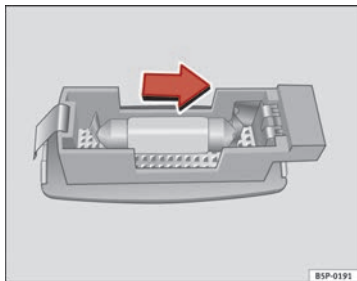

Abb. 179 Ausbau der Leuchte in der Sonnenblende
- Hebeln Sie das Lampenglas mit einem Schraubendreher vorsichtig an der Vertiefung heraus, wie dies im Bild gezeigt wird ⇒ Abb. 179.
- Nehmen Sie die Glühlampe in Pfeilrichtung heraus ⇒ Abb. 179.